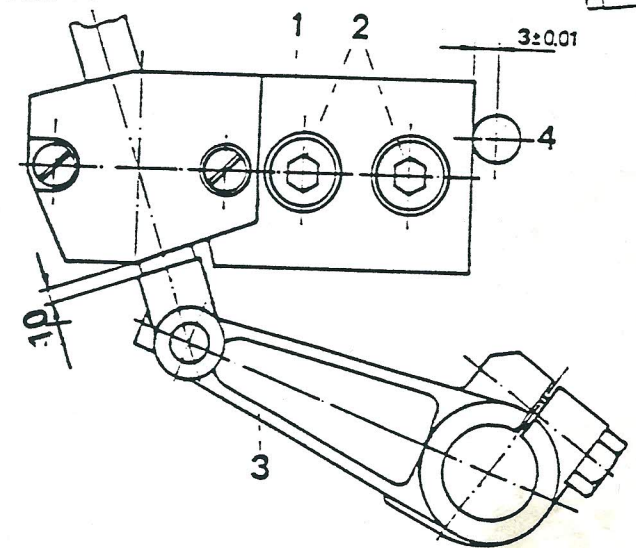
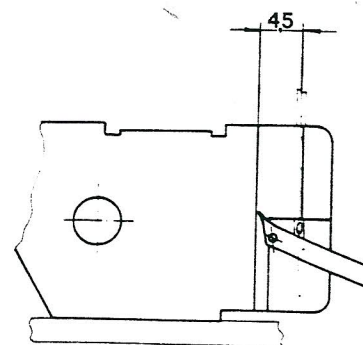

Abb. 5
Abb. 9
- Zur Einstellung des Obergreiferlagers 1 den Zylinderstift 4 in die Bohrung stecken, das Lager an den Zylinderstift schieben und mittels Schrauben 2 fixieren. (Abb. 5)
- Im linken Umkehrpunkt des Obergreifers wird der Hebel 3 so verdreht, daß sich ein Maß von 1,0 mm ergibt, damit ist das äußere Obergreifergetriebe grob eingestellt. (Abb. 5).
- im linken Umkehrpunkt des Obergreifers durch Verdrehen des Hebels 3 (Abb. 5) das Maß 4,5 mm (Abb. 9) einstellen.